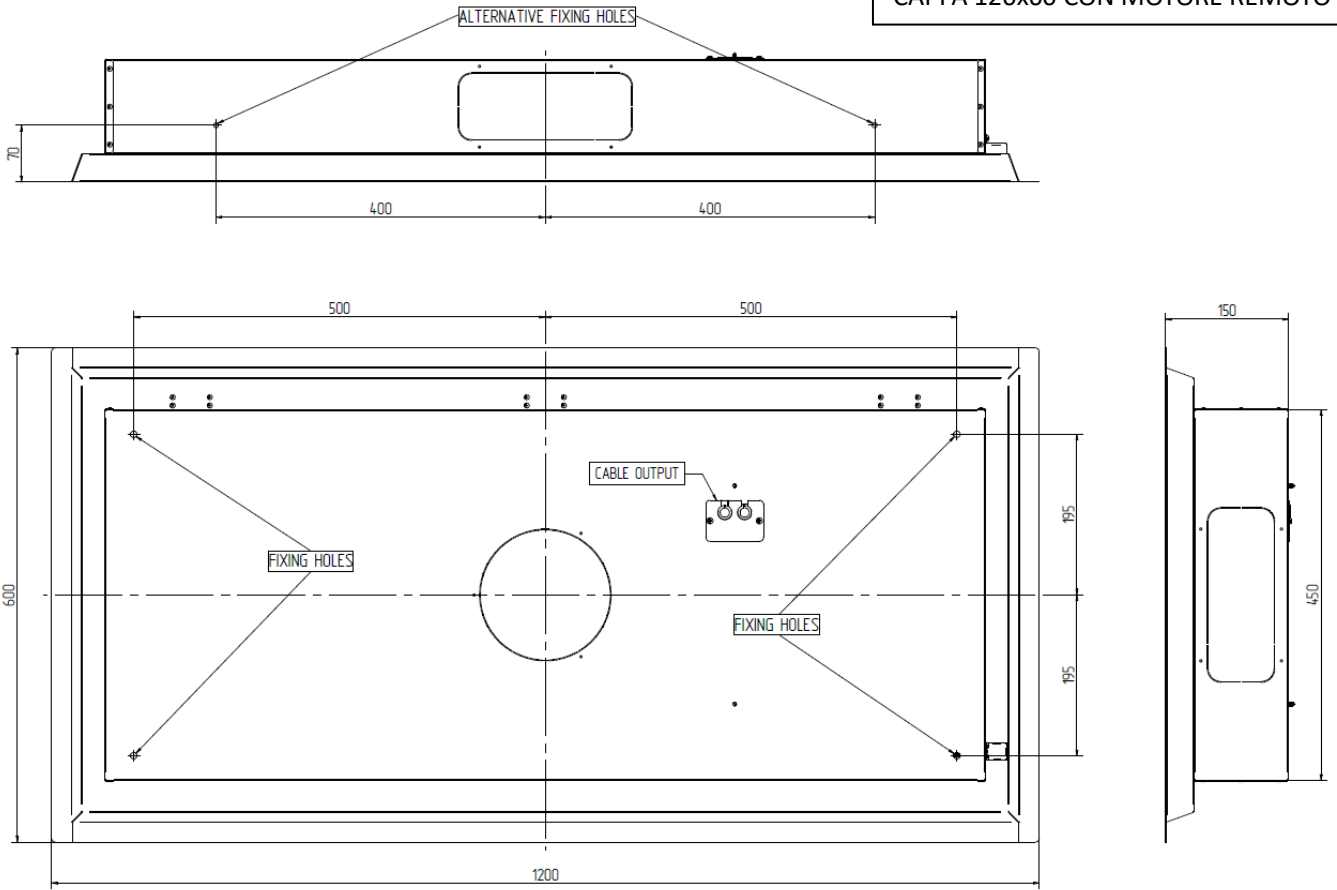

Fig. 2
- 3) Wywierć sufit, aby przymocować kołki, zgodnie ze wskazaniem według zakupionego modelu. (rys. 2)